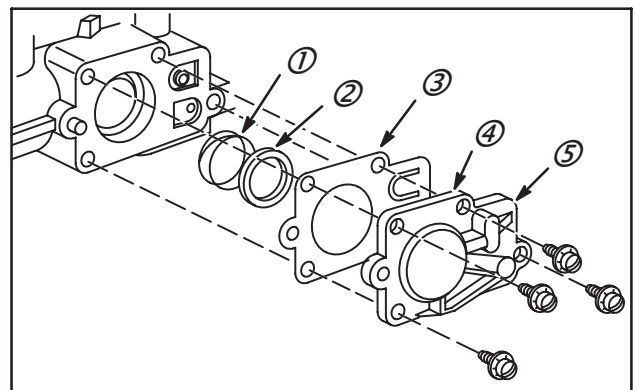

Fig. 71
1. Déposer le couvercle de pompe à essence (5), la membrane (3), le ressort (1) et la coupelle (2), Fig. 71.